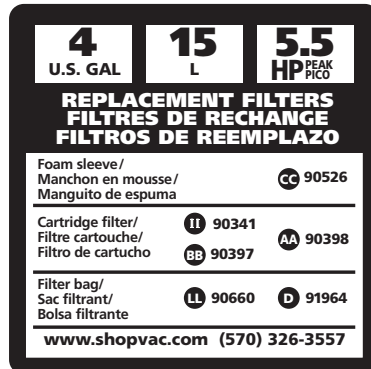

FIGURA 34
57. EN LA PARTE TRASERA DE SU ASPIRADORA ENCONTRARÁ EL CUADRO DE FILTROS DE REEMPLAZO. ESTE CUADRO LE INDICARÁ, POR "TIPO", CUÁLES SON LOS FILTROS QUE LE CORRESPONDEN A SU ASPIRADORA. **FIGURA 34.**